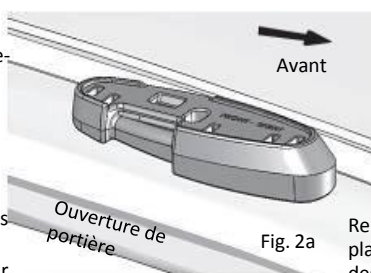

Fig. 2a
7. Using the vehicles B-Pillar place the cross bars as specified. (Fig. 2a & 2b) Note: Gasket only shown for clarity.
7. En se servant du montant de portière du véhicule, placer les traverses selon les indications. (Fig. 2a et 2b)